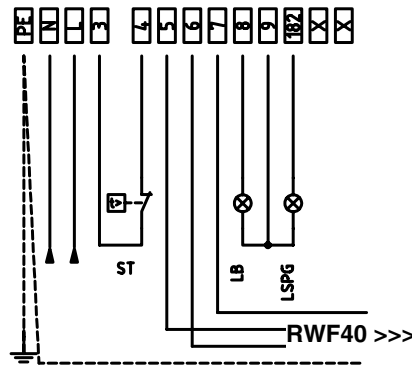

Рис. 21: Модулирующие горелки
3). В случае с модулирующими горелками, клеммы 5,6 и 7 клеммника МА горелки уже подсоединены с модулирующему регулятору (мод. RWF 40). С электрощита выходит 4-х полюсная вилка, предназначенная для подключения датчика температуры или давления (см. Рис. 21)